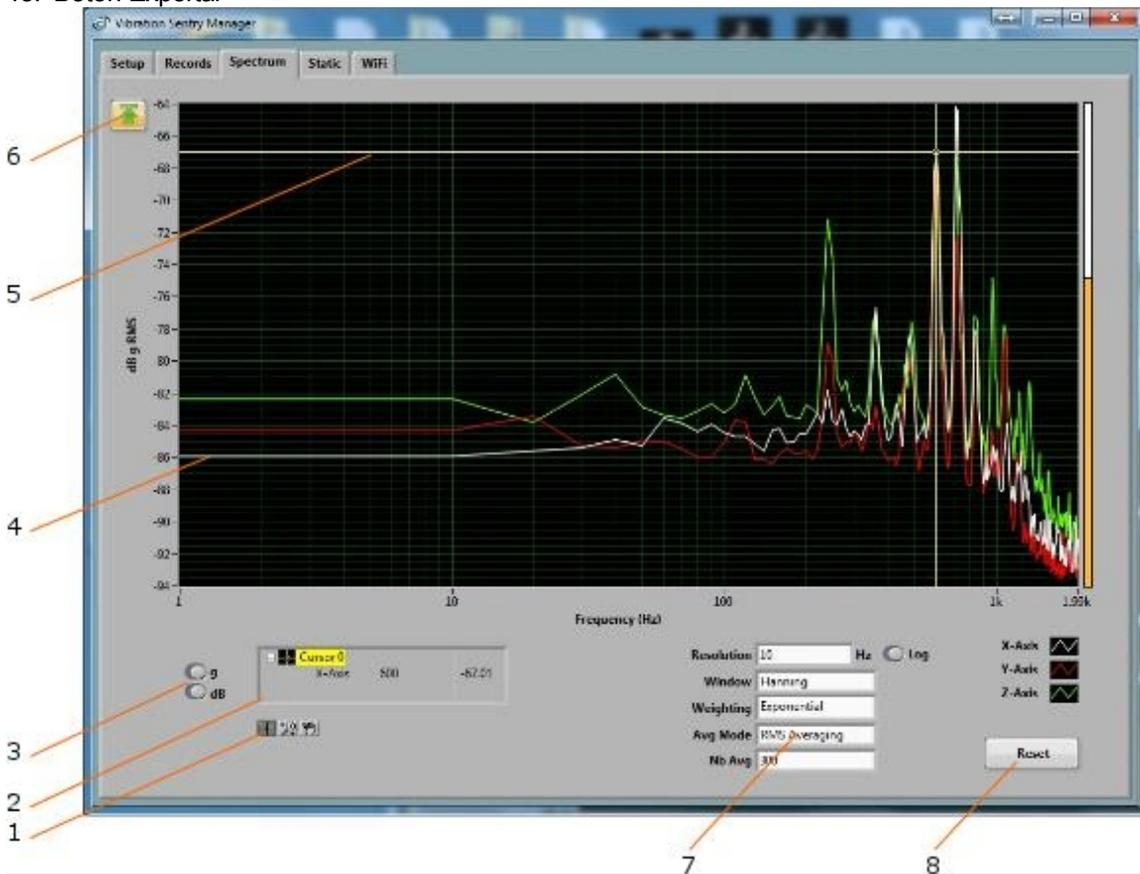

Figura 12 Ficha Espectro
- **Pestaña Espectro:** Se utiliza para visualizar un espectro de potencia en tiempo real del VSEW_mk4 (ver Figura 12).